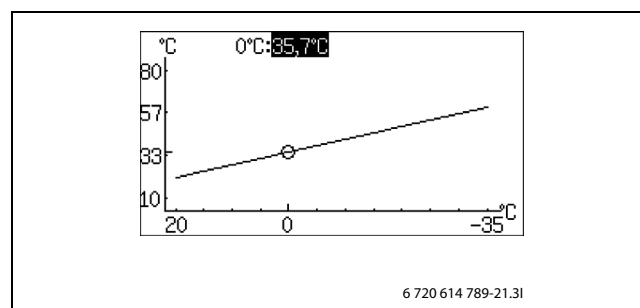

Bild 55
- Drehknopf bei markiertem Quadrat drehen, bis 0 °C markiert ist (→ Bild 55).